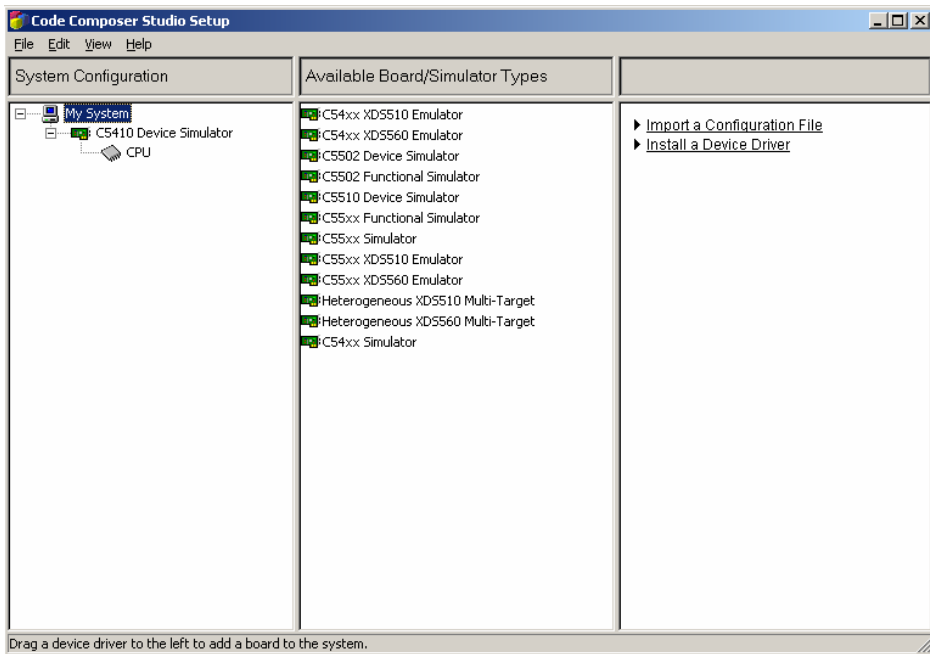

图 5.3 设置窗的系统配置栏目
- (1) 双击桌面上的 Setup CCS 2('C 5000)图标，启动 CCS 设置。
- (2) 在弹出对话框中单击“Clear”按钮，清除以前定义的配置。
- (3) 从弹出的对话框中，单击“Yes”按钮，确认清除命令。
- (4) 从列出的可供选择的配置文件中，选择能与使用的目标系统相匹配的配置文件。
- (5) 单击加入系统配置按钮，将所选中的配置文件输入到 CCS 设置窗口当前正在创建的系统配置中，所选择的配置显示在设置窗的系统配置栏目的 My System 目录下，如图 5.3 所示。
- (6) 单击“File → Save(保存)”按钮，将配置保存在系统寄存器中。
- (7) 当完成 CCS 配置后，单击“File → Exit”按钮，退出 CCS Setup。